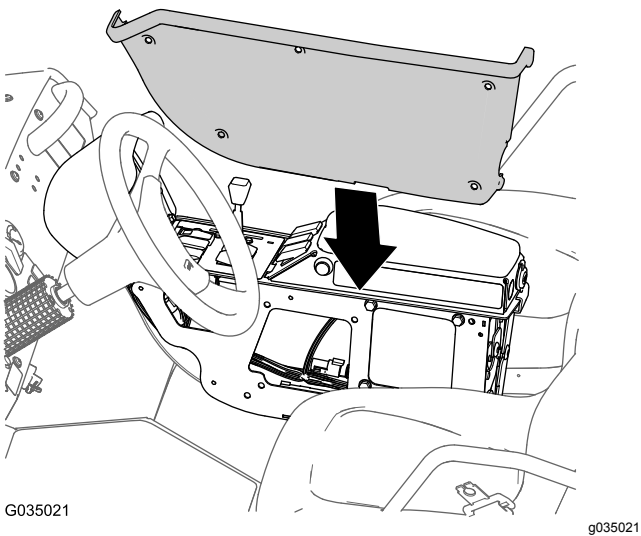

图 119
6. 将在 为打药泵切断电路布置线束 (页码 43) 的步骤 3 中卸下的盖子与中央控制台的左侧对准图 119。